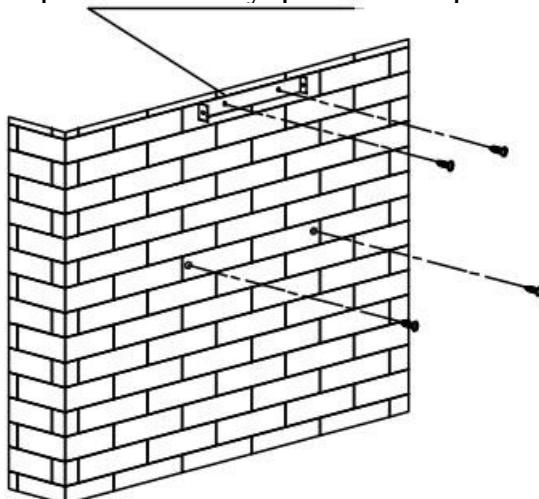

Рис. 2
1. Определившись с высотой установки вытяжки, измерьте положение отверстий для подвешивания вытяжки и кронштейна внутреннего короба. Просверлите 4 отверстия диаметром 8 мм, 2 для кронштейна внутреннего короба и 2 для подвешивания вытяжки, а также для поддержания уровня вытяжки. Фиксированное положение кронштейна внутреннего короба - это самое высокое место крепления. Для подвешивания устройства крепежные винты необходимо оставить на расстоянии 3-5 мм от стены. Смотрите рис. 2.